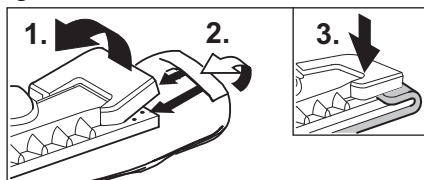

Fig. 12: Așezarea cârpei de șters
- Fixați cârpa de șters (H3) pe duza de curățare a podelelor (H1). Pentru aceasta, împăturiți cârpa de șters pe toată lungimea și așezați pe ea duza de curățare a podelelor. După aceea, trageți pe rând colțurile cârpei de șters, care ies în afară, și prindeți-le sub clemele de fixare (H2) (vezi fig. 12).